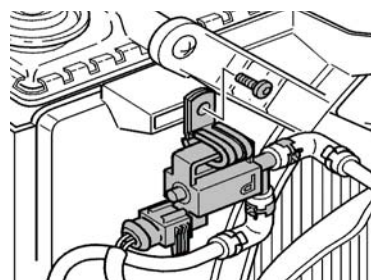

Fig. 4
- Visser l'électrovanne de purge et son support au couvercle du ventilateur (utiliser l'alésage droit de l'ancien support) (Fig. 4).